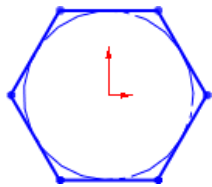

图 2-128 素材草图
- 01 打开素材“第 2 章\2-35 复制草图实体.prt”文件，如图 2-128 所示。